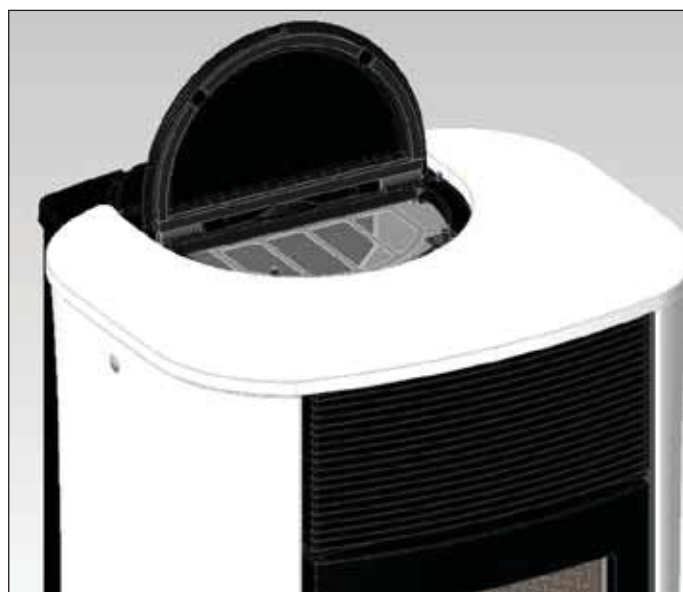

fig. 2
- Insérer, de l'avant, un élément garde-main court (B - fig. 2) et, de l'arrière, un élément garde-main long (C - fig. 2).